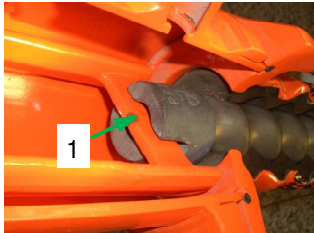
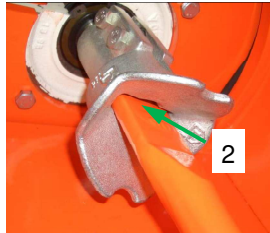

Fig. 61 : Position du rotor
Fig. 62 : Position de la griffe d'entraînement
1. Vérifier si le mélangeur (1) et la griffe d'entraînement (2) comportent des signes d'usure.
2. Remonter le mélangeur et s'assurer que la position du rotor (fig. 61) et de la griffe d'entraînement (fig. 62) soit correcte.